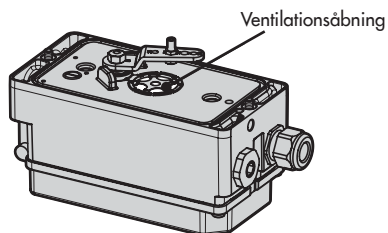

Fig. 5-1: Ventilationsåbning
- Undgå at spærre eller hindre ventilationsåbningen (se Fig. 5-1), når enheden installeres på brugsstedet.